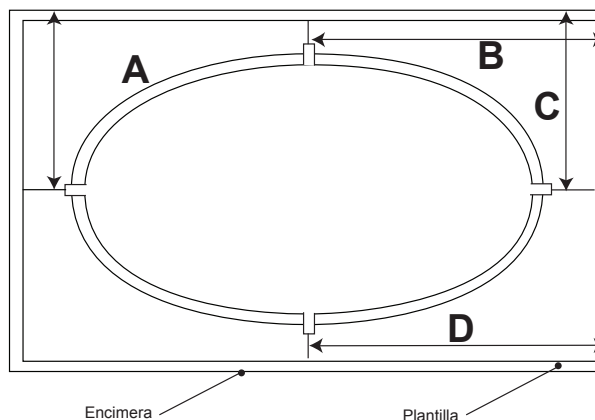

Figura 14 - Medición de distancias
- Mida la distancia desde la pared u otro punto fijo hasta las líneas del centro (Figura 14).